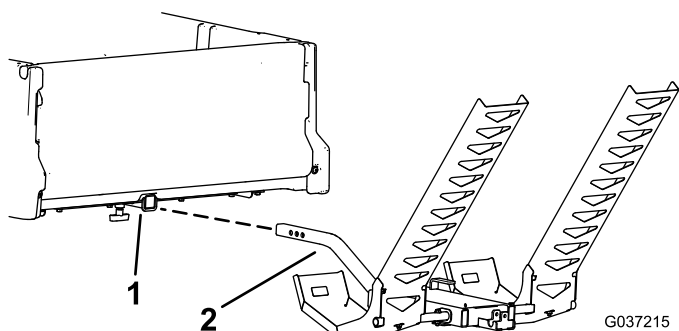

Figura 7
6. Inserite il supporto della concimatrice montato sul tubo ricevente della macchina (Figura 7).